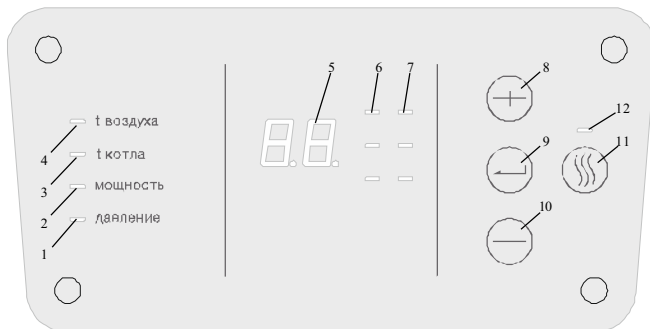

Рисунок 3. Панель индикации и управления
Заднюю панель (1); входной комбинированный патрубок (2) (через который теплоноситель поступает в прибор), имеющий как наружную резьбу G3/4, так и возможность подсоединения пайкой медной трубой с наружным диаметром 20 мм; циркуляционный насос (3), приводящий в движение теплоноситель, который проходя через трубопроводы (4), поступает в теплообменную емкость (5) в теплоизоляции, содержащую один или два блока трубчатых нагревательных элементов (блоков ТЭН) (6), и возвращается в систему через верхний выходной патрубок (7) с наружной резьбой G3/4. На задней панели установлен пневмогидроаккумулятор мембранного типа (экспанзомат) (8), служащий для компенсации объёмного расширения, подсоединенный к трубопроводу перед циркуляционным насосом. Желаемая температура на выходе, контролируемая датчиком (9), а также лимит потребления электроэнергии устанавливаются на панели управления и индикации (см. рис.3). Избыточное давление в теплообменной емкости должно находиться в пределах от 0,05 МПа (при меньшем давлении работа циркуляционного насоса становится неустойчивой), до 0,29 МПа. Оно контролируется датчиком давления (10). Независимая от микроконтроллера и охлаждаемых полупроводниковых элементов защита представлена самовозвратным термовыключателем (11), включенным в цепь катушки контактора (12), через основные контакты которого проходят токи питания ТЭНов (через силовые платы (13), осуществляющие непосредственную подачу напряжения на ТЭНы). Полупроводниковые элементы на силовых платах охлаждаются теплоносителем при прохождении через трубопроводы (4). Установочная панель (14) закреплена над экспанзоматом, на кронштейнах задней панели. На установочной панели также расположены: плата центральная (15), которая управляет всеми элементами системы, исполняет алгоритмы управления мощностью котла и содержит в энергонезависимой памяти необходимые настройки работы котла;